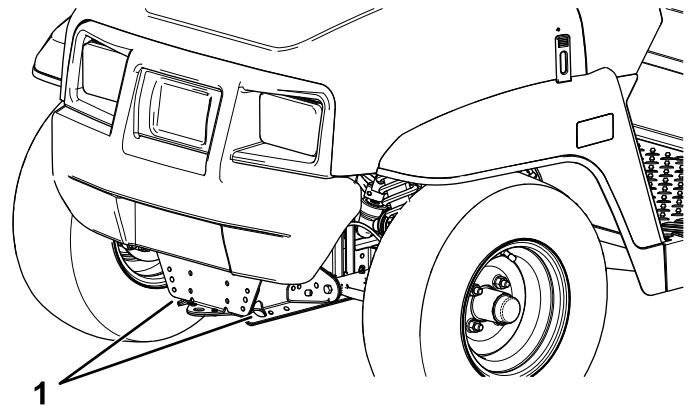
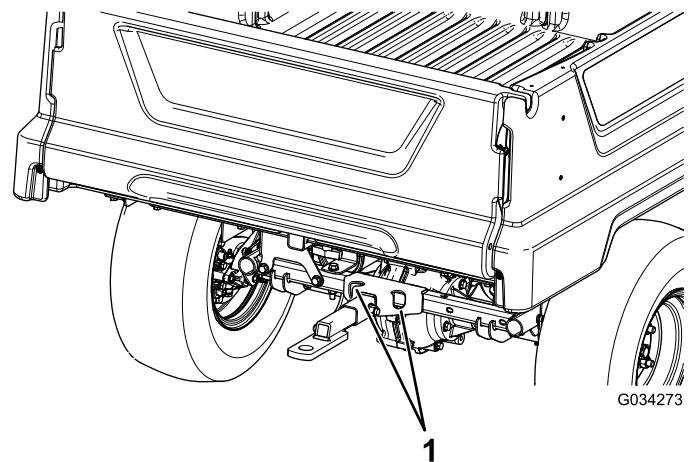

Bild 19
Bild 20
In Bild 19 und Bild 20 finden Sie die Vergurtungsstellen der Maschine.
2. Befestigen Sie ein Abschleppseil an der Zunge vorne am Maschinenrahmen (Bild 20).